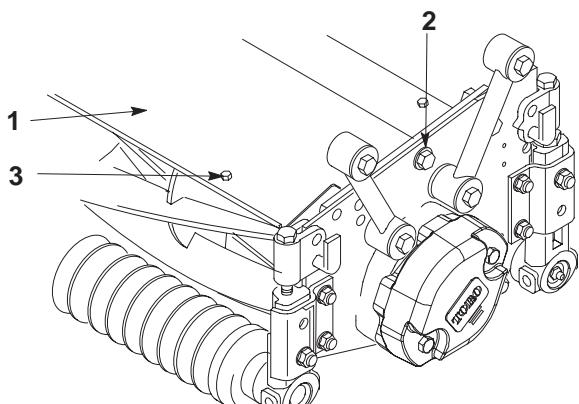

図2
2. シールドをサイド・プレートに固定しているピボット・ネジをゆるめ、シールドの角度を調整し、ネジを元通りに締める（図2）。